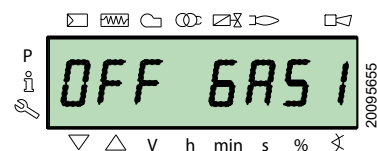

Рис. 43
- для газу **OFF GAS1** (Рис. 43)